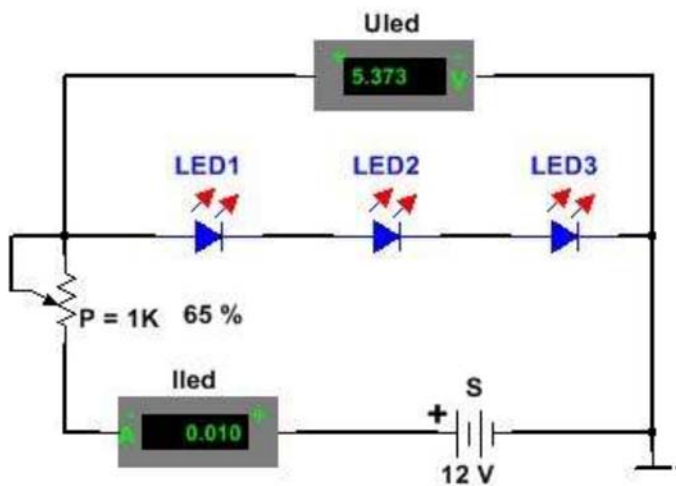

Figura 13. Conectarea LED-urilor în serie
6. Se realizează cu ajutorul simulatorului schema din figura 13.
8. Se realizează (practic sau simulare) montajul conform schemei din figura 13 în care se înlocuiește potențiometrul P cu un rezistor care are valoare apropiată de valoarea calculată la pct. 7;